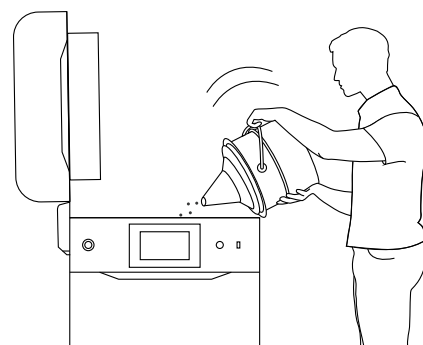

Abb. 6.6 Befüllen der Druckkammer mit Pulver mithilfe eines Trichters.
5. Sobald der Positionierungsvorgang abgeschlossen ist, füllst Du das Feed Bed mit dem gewünschten Pulver. Du kannst den Pulvertrichter verwenden, der in den Dedicated Powder Tools enthalten ist (Abb. 6.6). Drücke auf **DONE**.